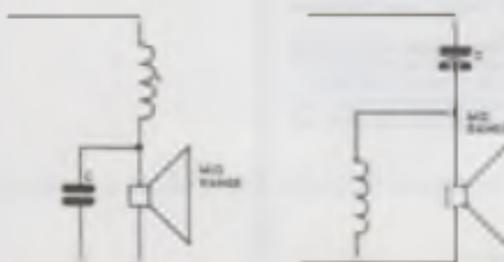

figura 357
c) Indutores e capacitores podem ser combinados para permitir a passagem de somente sinais de uma determinada faixa de frequências para os alto-falantes de média, conforme mostra a figura 357.